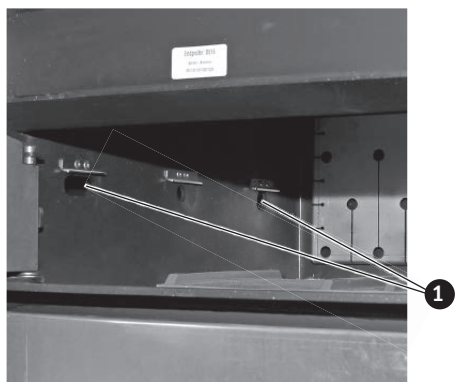

Fig. 48 Décrocher les tôles suspendues ; contrôler les ouvertures d'air primaire.
- ▶ Décrocher les tôles suspendues des deux côtés du foyer et contrôler, ou dégager le cas échéant, les ouvertures d'air primaire placées sous ces dernières – Fig. 48.